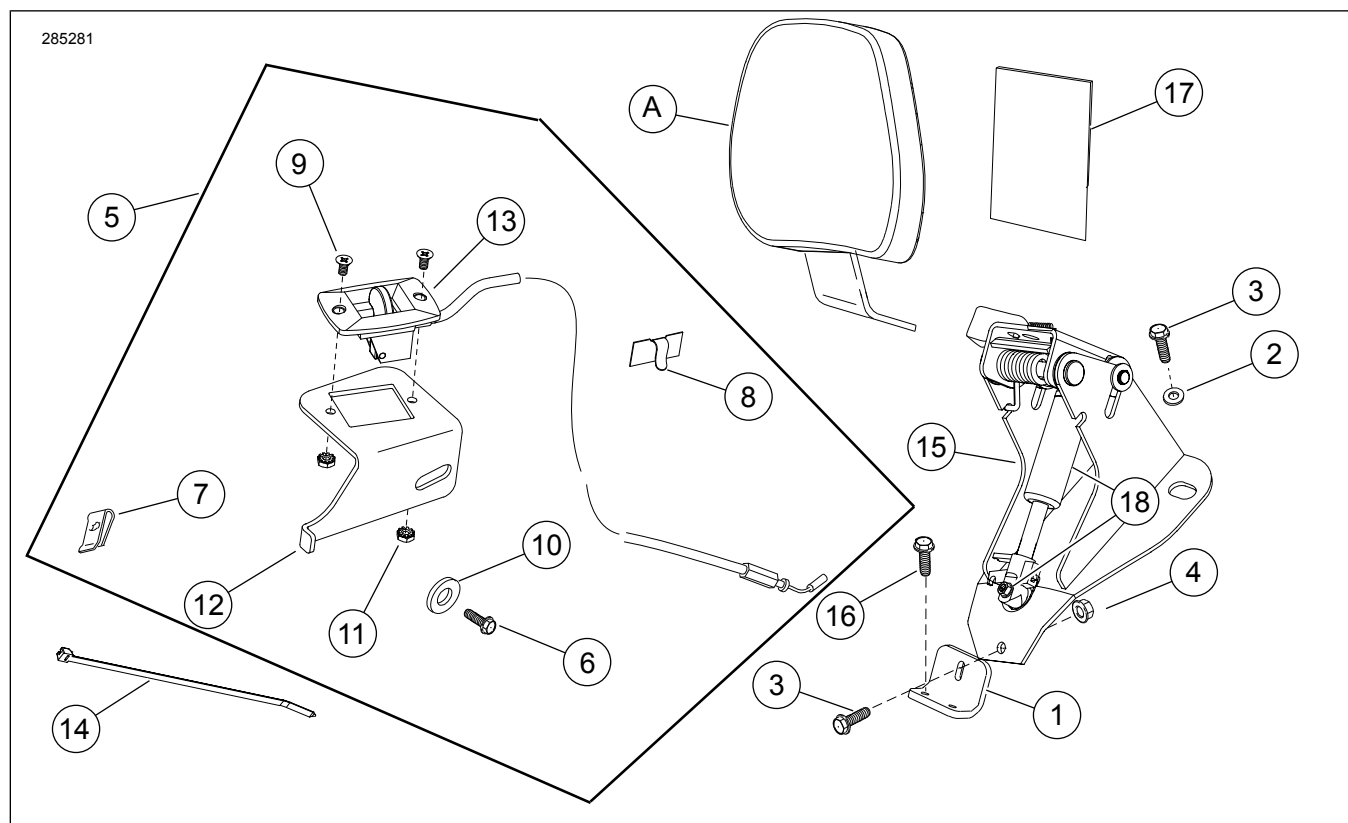

図9。交換用パーツ:FLアジャスタブルライダーバックレストマウントハードウェアキット
「図9」および「表1」を参照してください。
7. 図9を参照してください。ケーブル付きアクチュエーターハンドル(13)をアクチュエーターハンドルブラケット(12)にスクリュー(9)とロックナット(11)で取り付けます。
11. 図9を参照してください。キットから粘着テープ付きクリップ(8)を取り出します。アジャストメントハンドルブラケットの平らな部分の、スパークプラグワイヤー標準クリップを取り外したおおよその位置を、イソプロピルアルコールを使用して掃除します。クリップをブラケットに取り付け、スパークプラグワイヤーおよびエバポレーターチューブ(装備車の場合)をクリップを通して配線します。ワイヤーおよび/またはチューブをクリップでしっかりと留めます。
4. 図9を参照してください。シートプロテクター(17)を取り出します。